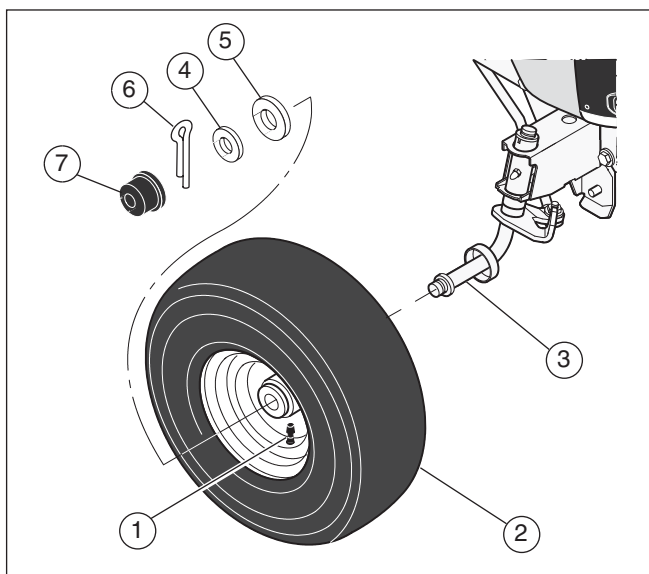

Figura 36
1. Accertarsi che il gambo della valvola (1) sia sul di fuori (vedere **Figura 36**).
2. Inserire la ruota anteriore (2) sull'albero (3).
3. Fissare la ruota anteriore (2) servendosi delle rondelle (4 e 5) e della coppiglia (6). Piegare, allargandole, le estremità della coppiglia per tenere la ruota anteriore sull'albero.
4. Se il modello è dotato di coprimozzo (7), montare i coprimozzo. Accertarsi che le rondelle tengano i coprimozzo fermi in posizione.